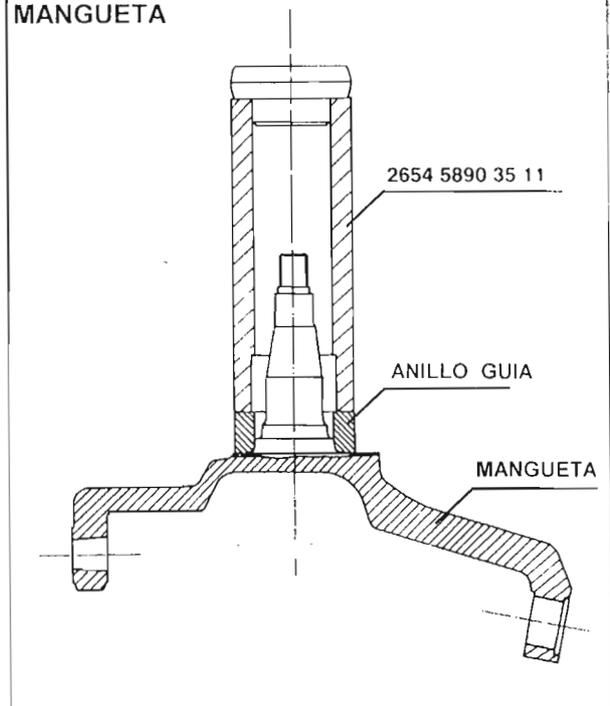

Fig. 3
- c. En el caso de que el anillo guía del retén de aceite se hubiera quitado anteriormente, monte un nuevo anillo en la mangueta utilizando la prensa y el impulsor N° 2654 5890 3511. *Fig. 3*